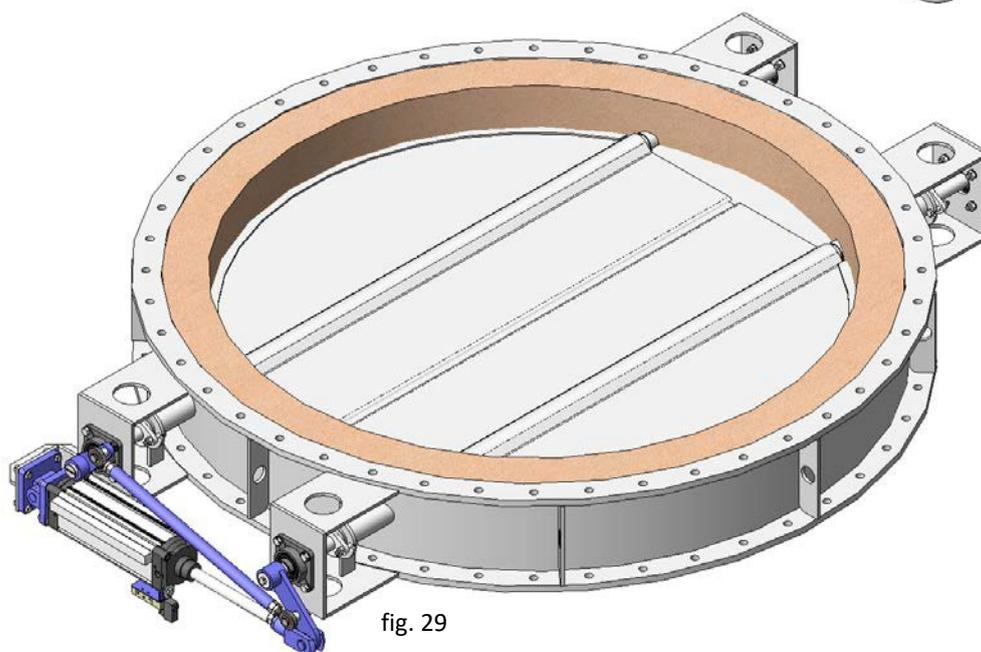

fig. 29
- Cilindro pneumático linear (fig. 29) *